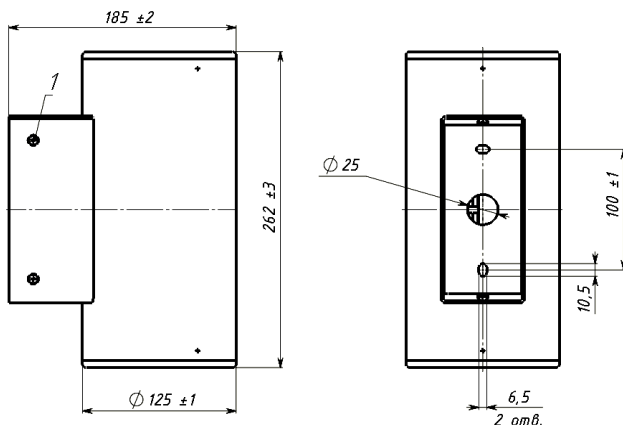

Рисунок 1. Габаритные и установочные размеры прожекторов серии
1.1 Прожектор GALAD Тандем LED (рисунок 1) предназначен для наружного освещения: для функционально-декоративного освещения фасадов зданий.